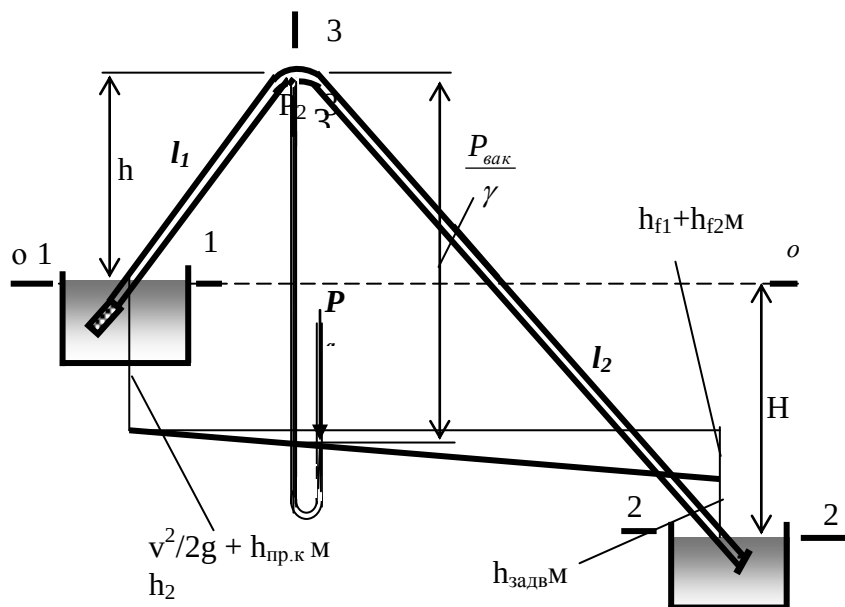

Рис. 2
**Задача 2:** Сифонный трубопровод (рис. 2) диаметром  $d$  подает воду из одного резервуара в другой под напором  $H$ . В начале трубопровода установлен приемный клапан с сеткой, в конце – задвижка.